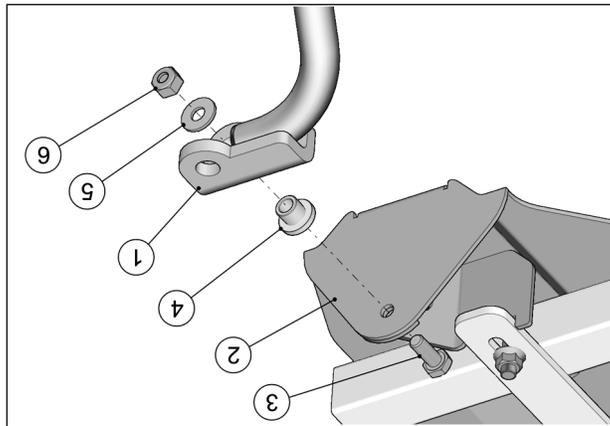

Fig. 8
9. Fixer le bras stabilisateur (1) au point d'ancrage de la plaque (2) au moyen du boulon (3), de l'espacer (4), de la rondelle (5) et de l'écrou (6). Serrer à un couple de 50 N•m [37 lb•pi]. Voir Fig. 8